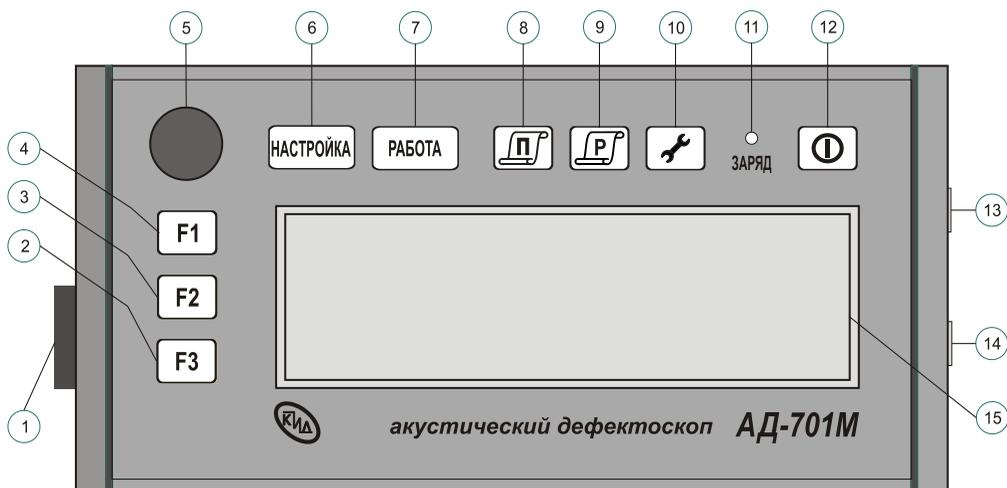

Рис. 4.3.1.1. Электронный блок.
4.3.1. Электронный блок дефектоскопа выполнен в металлическом корпусе. На лицевой стороне электронного блока расположены органы управления и индикации (рис. 4.3.1.1.).
4.3.2. На боковых стенках электронного блока расположены разъемы (рис. 4.3.1.1.) и установлены кронштейны для крепления ремня; на задней стороне электронного блока размещена откидывающаяся подставка и табличка устройства.